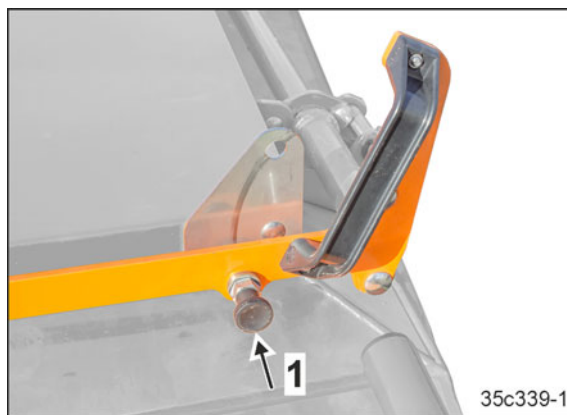

Bild 230
4. Kontrollera att den fjäderbelastade bulten hakar i (Bild 230/1).